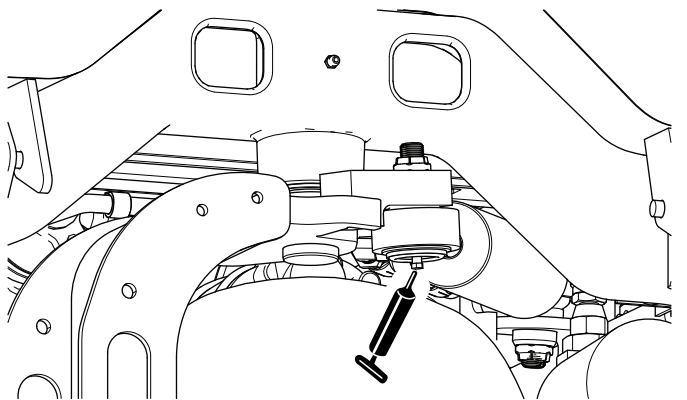

Bild 71
**Hinweis:** Auf Wunsch kann ein weiterer Schmiernippel am anderen Ende des Lenkzylinders eingebaut werden. Entfernen Sie den Reifen, montieren den Nippel, fetten ihn ein, entfernen den Nippel und bringen den Verschluss wieder an (Bild 71).